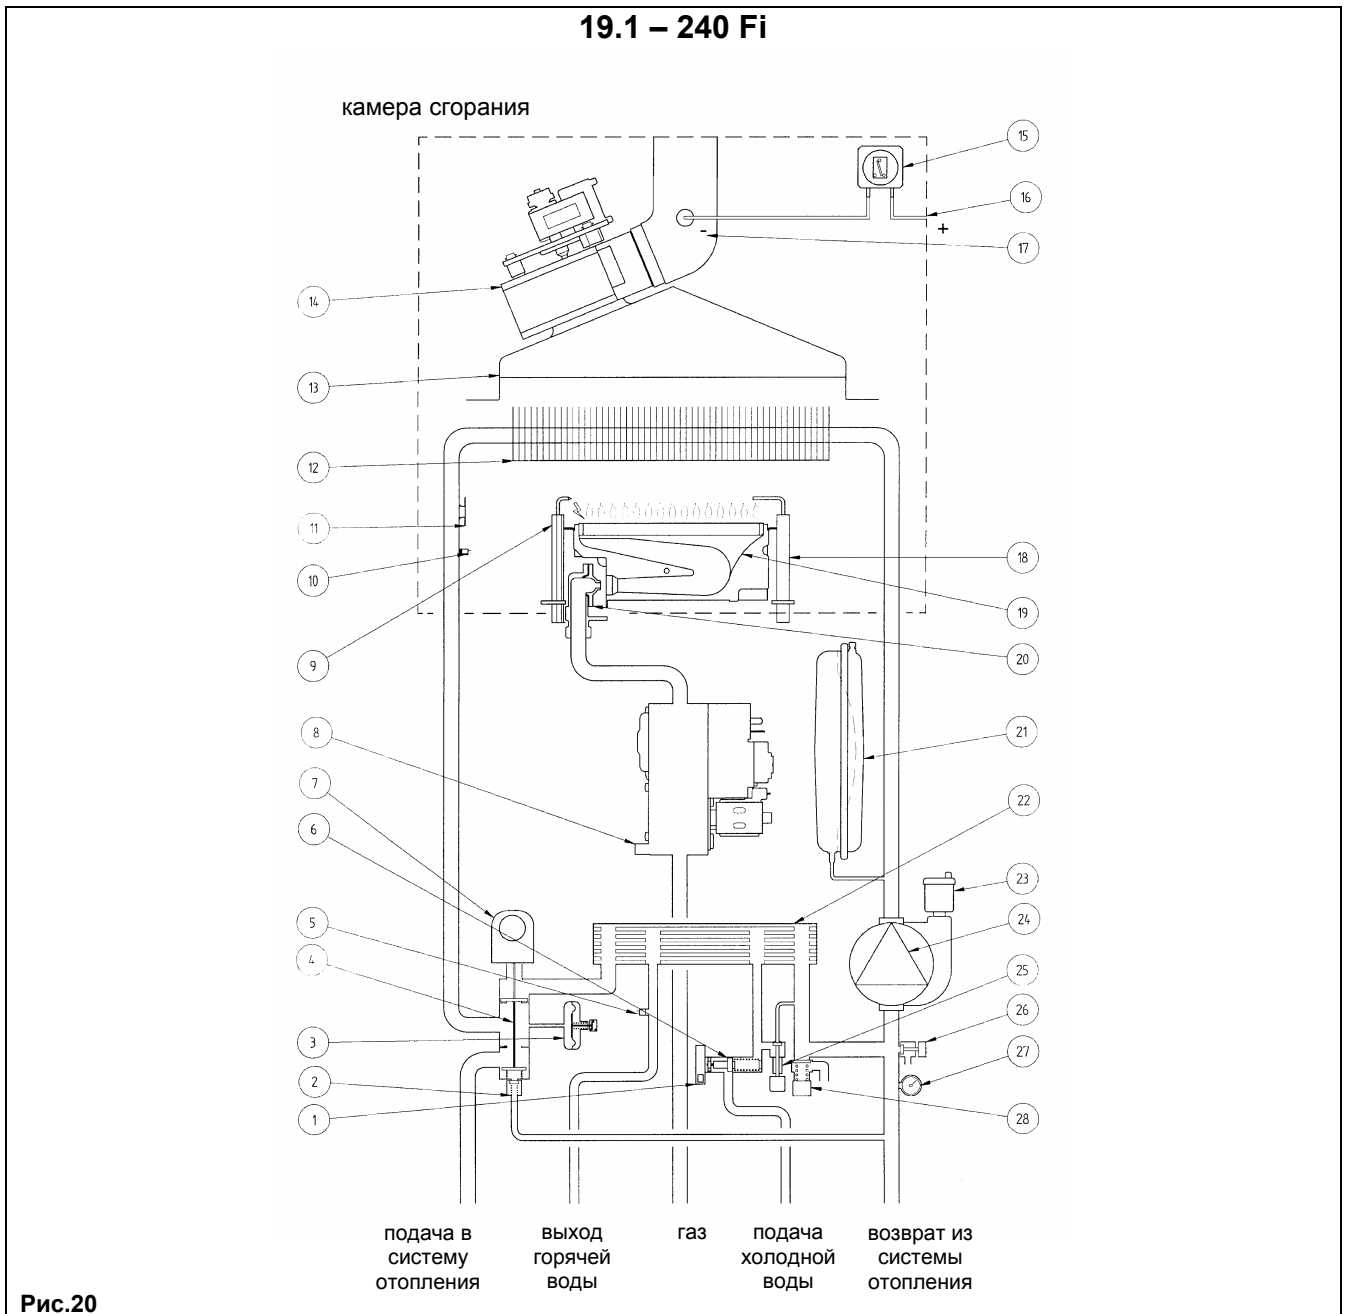

Рис.20
Внимание: В случае если датчик температуры контура ГВС (позиция 5, Рис.20 – 21) выйдет из строя, производство горячей воды контура ГВС будет продолжено. В данном случае контроль температуры осуществляют с помощью датчика на подаче.
Данное устройство (позиция 15 Рис.20)-обеспечивает включение основной горелки при условии исправной работы вытяжного дымохода.
- **Термостат перегрева** - благодаря датчику (позиция 11 Рис.20 – 21), установленному на выходной трубе первичного теплообменника, в случае перегрева воды первичного контура прекращается подача газа в горелку. При этом котел останавливается. После устранения причины, вызвавшей блокировку, возможно повторное включение. Для этого необходимо кратковременно перевести переключатель режимов (Рис.2) в позицию (R).
Электрод для определения наличия пламени (позиция 18 Рис.20), расположенный с правой части горелки, гарантирует безопасность работы и блокирует котел при нарушении подачи газа или неполном горении основной горелки.
- Водяной сбросной клапан системы отопления** (позиция 28 Рис.20) - настроен на давление 3 бар и установлен в системе отопления.